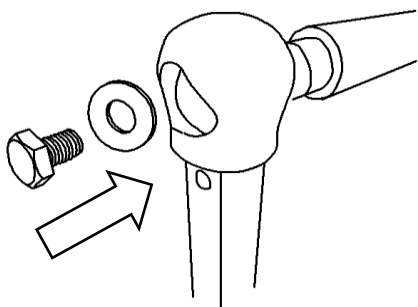

図5
- ⑤ バーを支柱に差し込んだら、外したワッシャーとボルトを手で締めます（図5）。